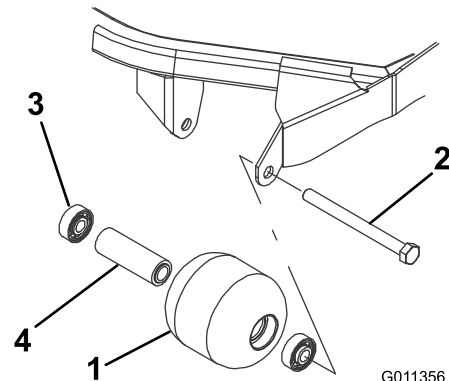

Bild 120
1. Entfernen Sie die Rollenbefestigungsschraube (Bild 120).
4. Prüfen Sie das Rollengehäuse, die Lager und das Distanzstück auf Beschädigungen (Bild 120). Tauschen Sie alle beschädigten Teile aus und bauen Sie alles wieder zusammen.
1. Drücken Sie das erste Lager in das Rollengehäuse (Bild 120). Drücken Sie dabei nur auf den äußeren Ring oder gleichmäßig auf die inneren und äußeren Ringe.
2. Setzen Sie ein Distanzstück ein (Bild 120).
3. Drücken Sie das zweite Lager in das Rollengehäuse (Bild 120). Drücken Sie gleichmäßig auf den inneren und äußeren Ring, bis der innere Ring das Distanzstück berührt.